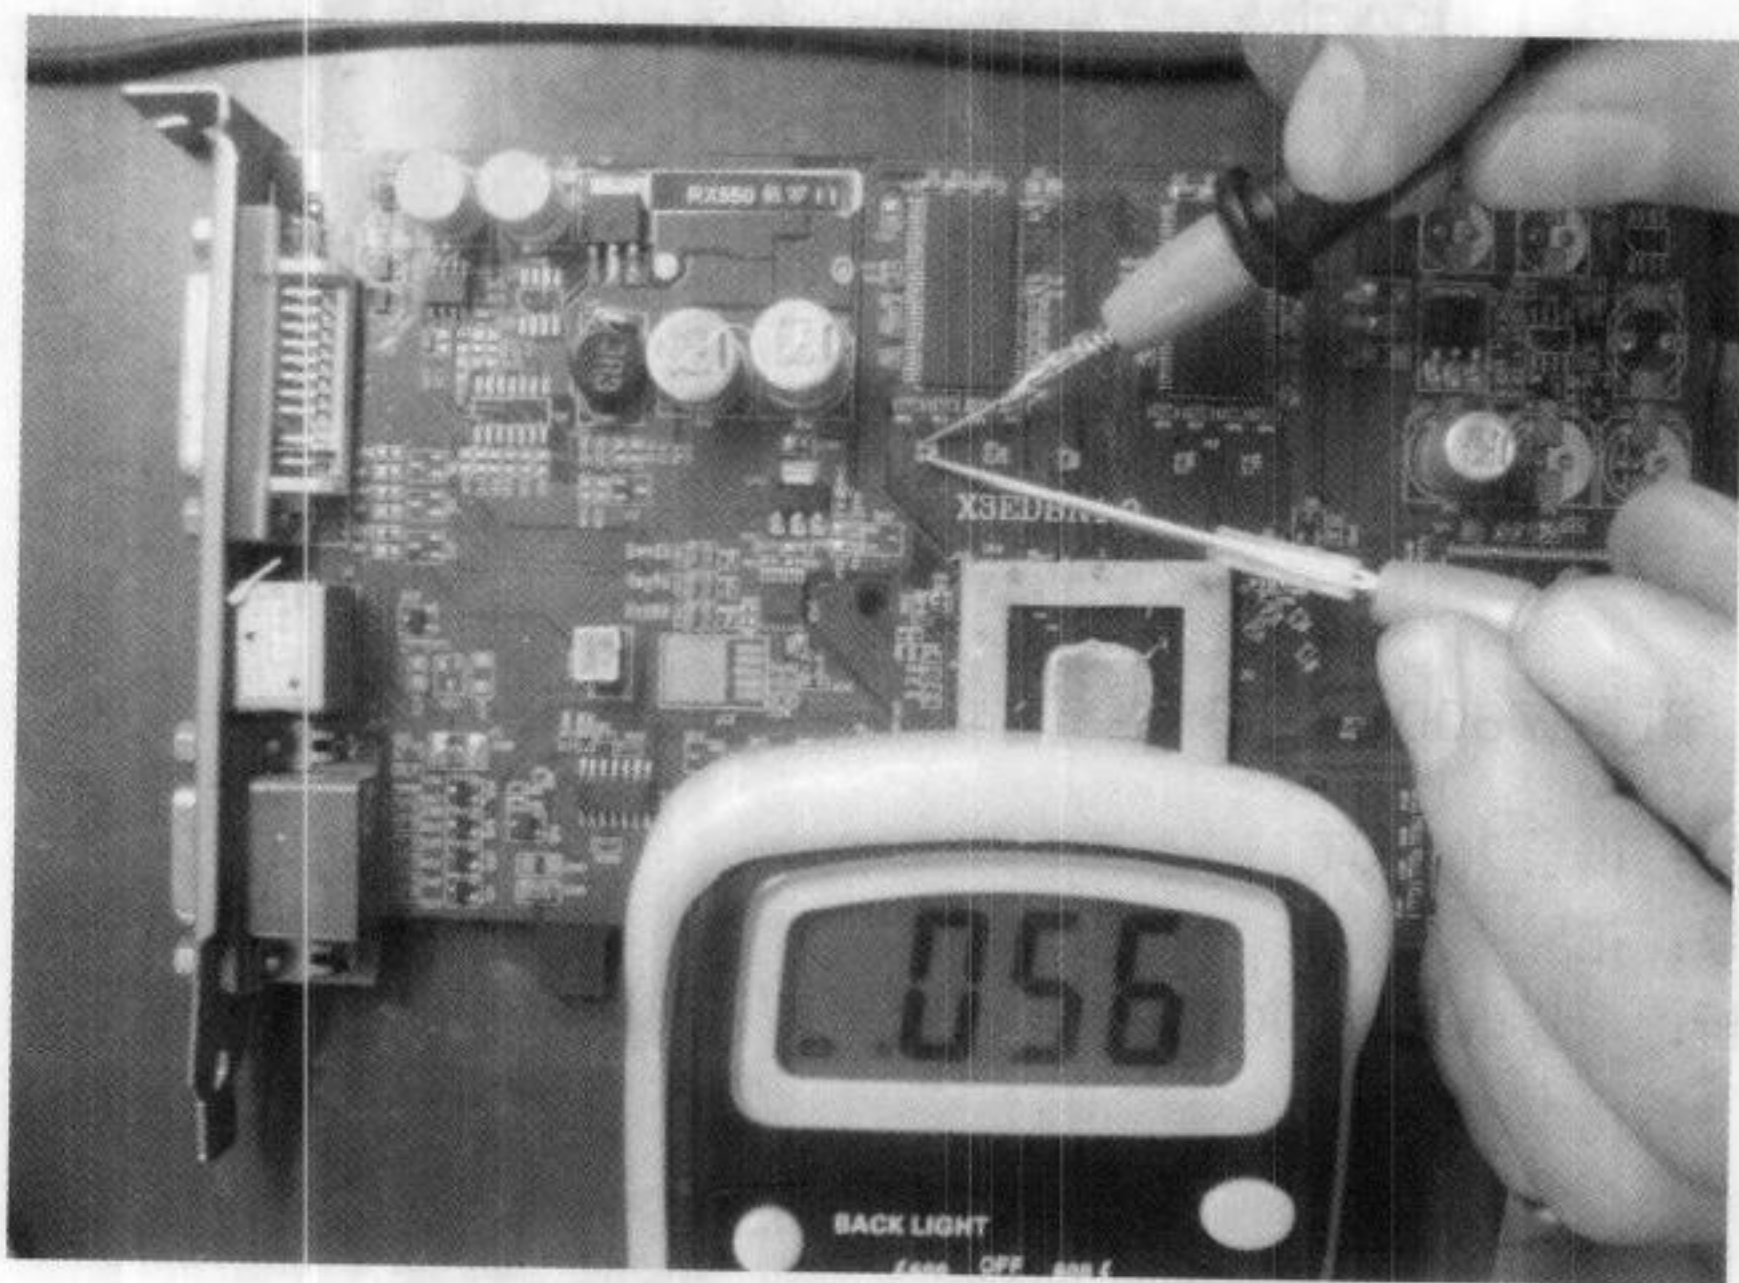

图 5-94 正常电阻 56Ω
(11) 由此可以怀疑是电阻问题, 量左边的电阻值为 56Ω , 如图 5-94 所示。